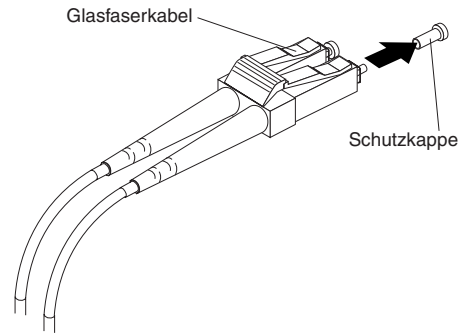

Abbildung 34. Schutzkappen vom Stecker der Glasfaserkabel entfernen
2. Entfernen Sie die Schutzkappen vom Stecker des Glasfaserkabels. Siehe Abb. 34.